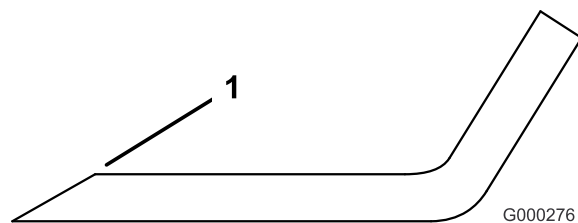

図 21
1. ブレードは、左右の刃先部分を研磨する(図 21)。刃先の角度を変えないように注意すること。左右を同じだけ削るようにすればバランスが狂わない。